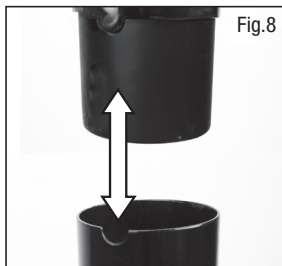
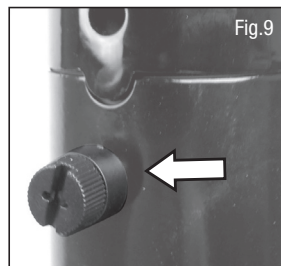

Fig.8
Fig.9
- Insérez l'assemblage du moteur dans le poteau du ventilateur (Fig. 8), lorsque les deux moitiés sont alignées, réinsérez la vis de serrage (Fig. 9) et serrez en tournant dans le sens des aiguilles d'une montre.